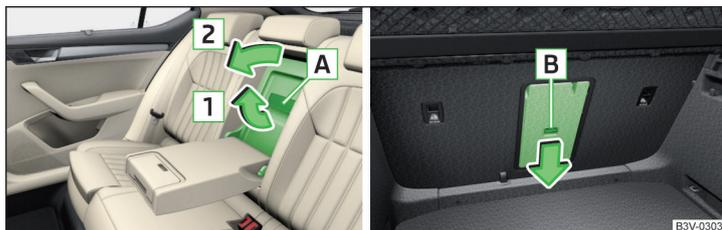

Abb. 127 Deckel öffnen: vom Fahrgastraum aus / vom Gepäckraum aus
- › Am Öffnungshebel **A** » Abb. 127 in Pfeilrichtung **1** bis zum Anschlag ziehen. Die Rastnasen am Deckel müssen vollständig in den Deckel einfahren und hörbar einrasten.
- › Die Armlehne hinten und den Deckel in der Sitzlehne herunterklappen » Abb. 127 auf Seite 103.